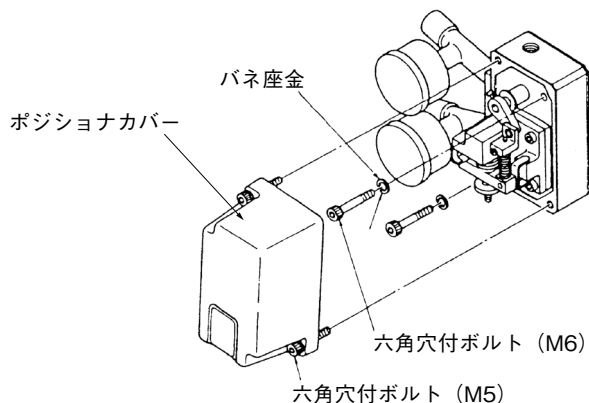

図 5-11
- 【2】 図5-11に示す六角ボルト(M5)2本をLレンチ(4 mm)で緩めてポジショナカバーを外します。
- 【3】 内部にある六角穴付ボルト(M6)2本をLレンチ(5 mm)で緩めるとポジショナを取り外すことができます。(図5-11参照)